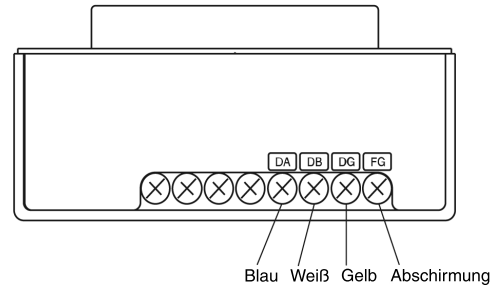

Abb. 1
- An den Anschluss muss die entsprechende angeschlossene werden. (Siehe Abb. 1.)